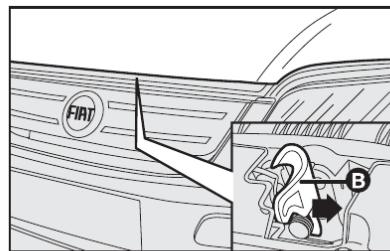

fig. 102
- 2) puxar a trava **B-fig. 102** localizada acima da grade frontal sob o capô. Como indicado pela seta;